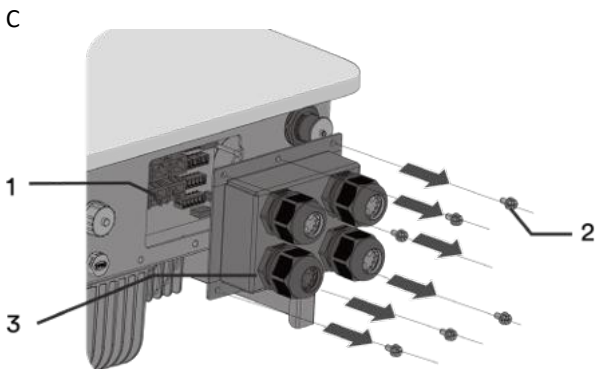

Abb. 50. Entfernen der Abdeckung für Schnittstellenanschlüsse.
1. Entfernen Sie die Abdeckung der Schnittstellenanschlüsse vom Wechselrichter – bewahren Sie die Schrauben sicher auf (siehe Abb. 50) [M4 \times 1,6 Nm].